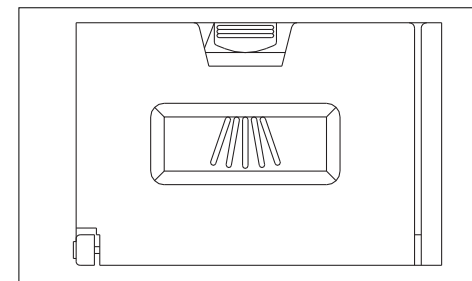

fig. 6b
- Appuyer sur le bouton (A) pour ouvrir le couvercle du distributeur de produit de lavage.
- Verser environ 25 gr. de produit de lavage dans le réservoir (B) ; respecter les recommandations du fabricant de produits pour lavage en lave-vaisselle.
Remplissez le réservoir (B) avec environ 20 grammes de détergent et le réservoir pour pré-lavage (C) avec environ 10 grammes de détergent. Fermez le couvercle. En fonction du modèle, le réservoir (C) peut se trouver en forme d'évidement sur le dessus du couvercle (voir fig. 6b).